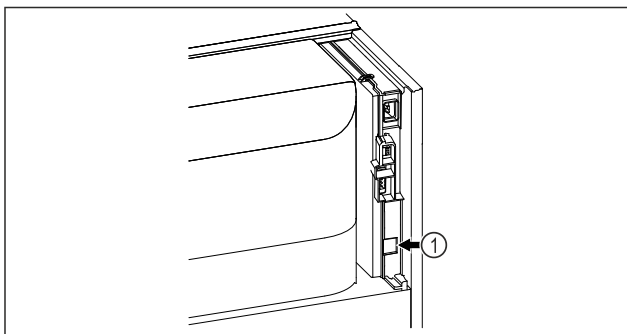

Fig. 99
- SmartModule Fig. 99 (1) er indsat.